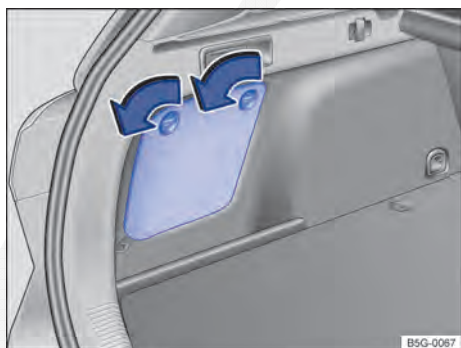

Fig. 206 No compartimento de bagagem: abrir o porta-objetos lateral.
uma cobertura ⇒ Fig. 206 ou embaixo do assoalho do compartimento de bagagem variável ⇒ Fig. 207.
- Para *abrir* o porta-objetos, girar os fechamentos até o batente no sentido da seta ⇒ Fig. 206.